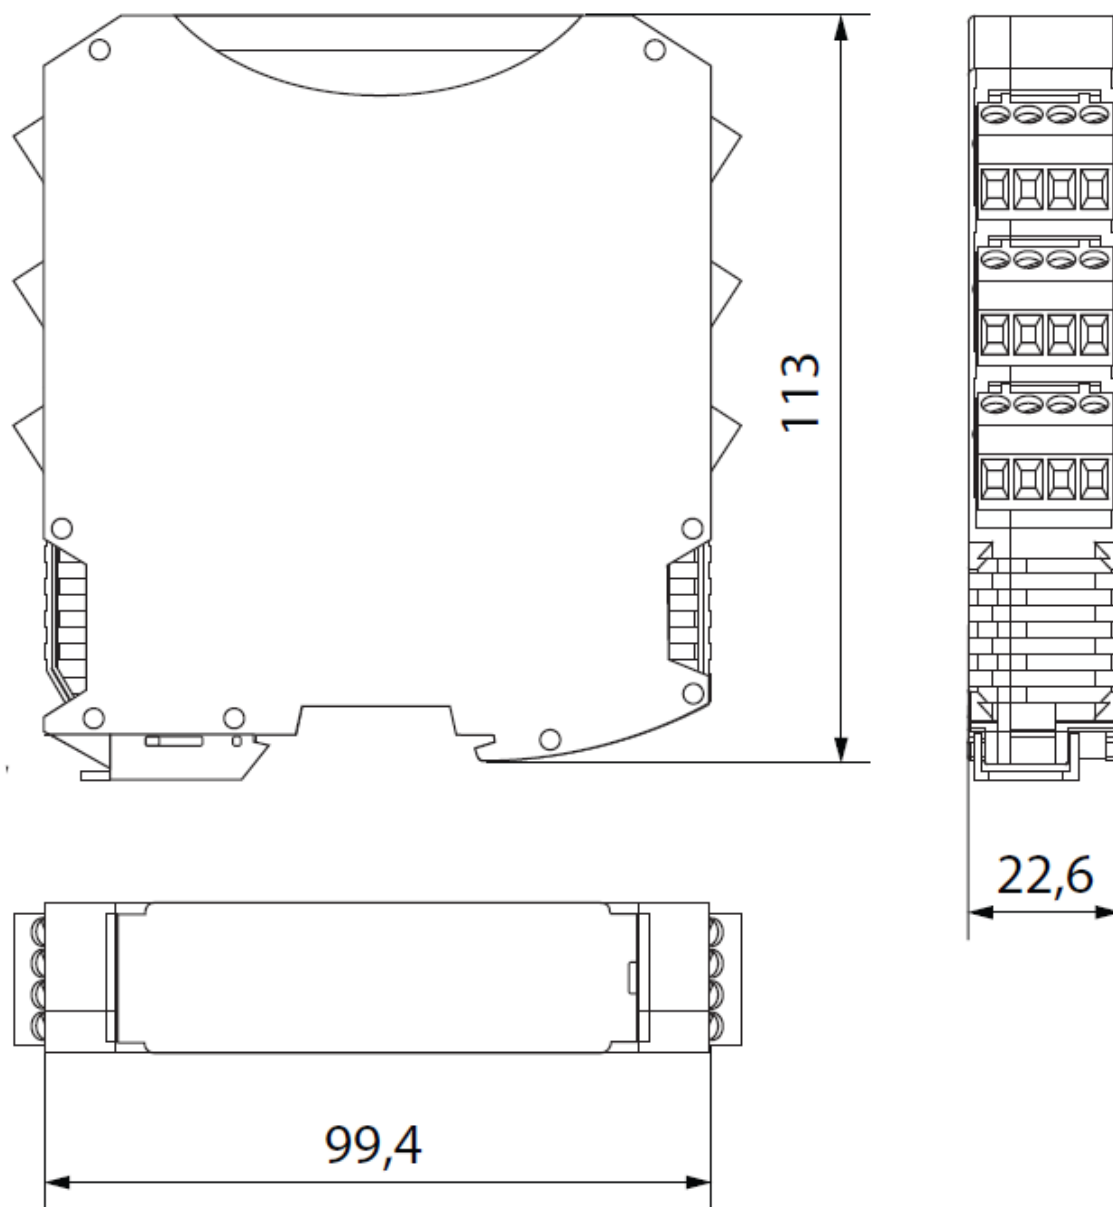

Рисунок 1.3 ПЛК ET-XX Габаритные размеры корпуса прибора
- Рисунок 1.3 ПЛК ET-XX Габаритные размеры корпуса прибора